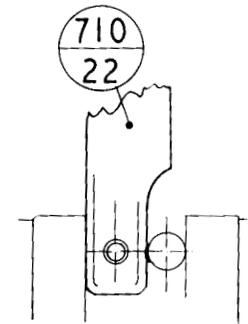

FIG. 9
5. Introducir en el agujero el extremo **pequeno** del Pasador el Extremo (710/20), insertandolo a golpecitos hasta que la Varilla del Fiador se encuentre exactamente equidistante entre los dos extremos del Pasador de Extremo(Fig. 9). NOTA: Al sostener horizontalmente la Varilla del Fiador con el "Gancho" hacia arriba, la ranura en el pasador de extremo debe estar en la parte inferior.